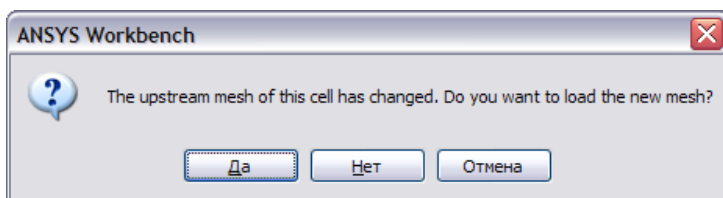

Рис. 55 - Окно сообщения
**Шаг 3.** Запускается *Fluent*, двойным кликом ЛКМ на элементе *Setup* скопированного модуля. При этом на появившийся вопрос (рис. 55)